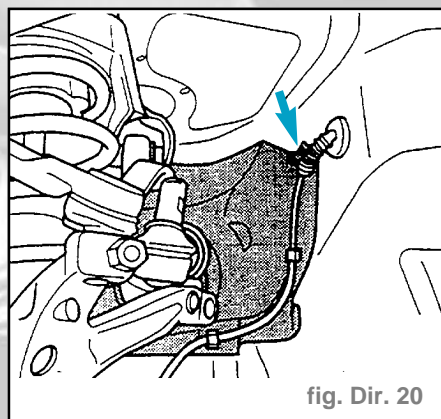

fig. Dir. 20
- Dévisser l'écrou en matière plastique (flèche) (fig. Dir. 20).